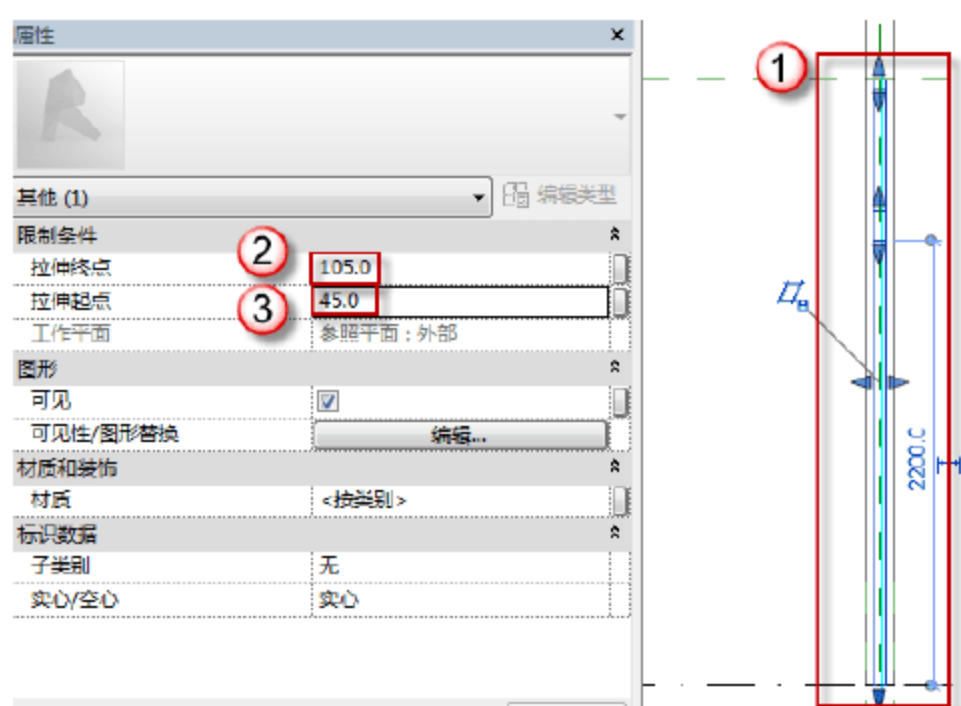

图 6.1.128 修改门框的位置及厚度
(11) 修改门框的位置及厚度。选择绘制好的门框, 打开“属性”面板, 在“拉伸终点”中输入“105”字样, 在“拉伸起点”中输入“45”字样, 如图 6.1.128 所示。